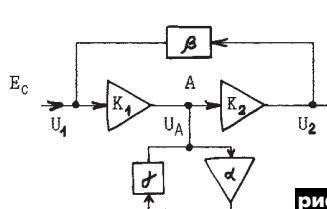

рис. 18
Решается эта задача просто. Проведем следующее преобразование схемы рис.12,б: цепь ООС β представим в виде двух последовательно соединенных звенев β и K_1 , а входом всего устройства сделаем вход второго из них (рис.18). В полученной схеме каскад K_1 должен обладать хорошими буферными свойствами, тогда изменения условий на входе устройства не будут влиять на стабильность работы петли ЕПОС, для поддержания которой останется только обеспечить стабильность выходного сопротивления каскада K_1 и входного K_2 , не говоря уже о необходимости хорошей стабилизации режима самой петли ЕПОС – каскадов α и γ .
С другой стороны, если допустить, что в рассматриваемых схемах ПУ в петле общей ОС действительно сильно возрастает под действием ПОС при близких к единичным значениях $\alpha\gamma$, то становится невозможно понять, как сохраняется устойчивость схем. В самом деле, это заблуждение основано на том, что, например, следующее из (30)–(33) выражение для внешнего коэффициента передачи устройства рис.18 $K_F = U_2/E_C$
Итак, в схеме рис.12,б, как и в схеме рис.10,а или в известной схеме рис.16, бесконечно больших коэффициентов передачи при единичном ПУ в петле ПОС не бывает. Так как схема рис.18 является небольшим видоизменением схемы рис.12,б, то нет оснований говорить о подобных явлениях. В ней совершенно аналогично полная компенсация внешнего сигнала E_C происходит
Рассмотрим количественно, какой уровень НИ и аддитивных помех имеет устройство рис.18. Из формулы (34) видно при сравнении с (27), что уровень его НИ такой же, как и устройства рис.12,б, причем введение ЕПОС одинаково снижает нелинейность как предыдущего каскада K_1 , так и последующего K_2 . Это согласуется с рассмотренным свойством одиночной ООС в равной степени снижать НИ всех каскадов канала усиления.
Поэтому, применяя схему рис.18, следует помнить, что у каскада K_1 ЕПОС снижает **только НИ и неравномерность АЧХ и ФЧХ** – величин, непосредственно задаваемых видом передаточной функции $K_1(a)$. В отношении же аддитивных помех – наводок на цепи K_1 , флюктуационных шумов, возникающих в элементах этого каскада, пульсаций питающего напряжения – следует применять те же меры по их снижению, что и для входных каскадов обычных усилителей. Несмотря на это, использовать схему рис.18 все же предпочтительней, чем рис.12,б, а по уровню НИ обе схемы, как следует из сравнения (35) с (26), равнозначны.
Итак, ЕПОС действует в том же направлении, что и ООС [3], усиливая влияние последней на параметры устройства и доводя их до крайних значений. Иллюстрацией этому служит поведение входного и выходного сопротивлений устройства (рис.18 и 19). Так, если ООС по входу параллельного типа, то входное сопротивление